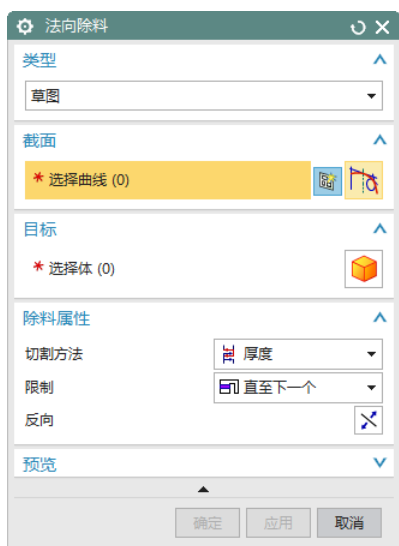

图 11-60 “法向除料”对话框
(1) 选择“菜单(M)”→“插入(S)”→“切割(T)”→“法向除料(N)”，或者单击“主页”选项卡“特征”面组上的“法向除料”按钮, 打开如图 11-60 所示的“法向除料”对话框。